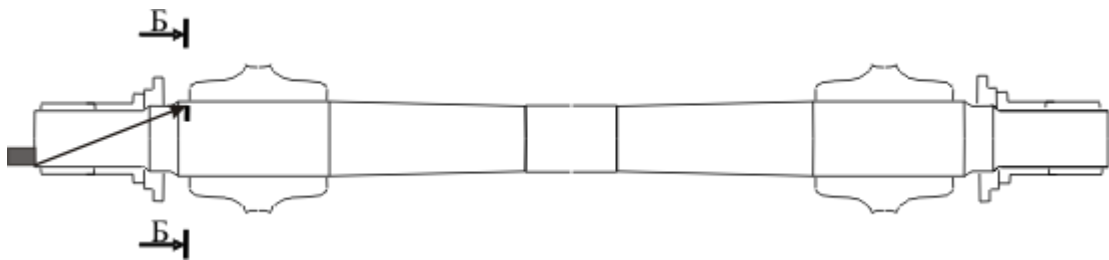

Рисунок 6.3 – Схема установки ПЭП на НО при проверке чувствительности по варианту AR1.3
- установить ПЭП на предварительно смазанный минеральным маслом торец (в зарезьбовую канавку) НО (см. рисунок 6.3);